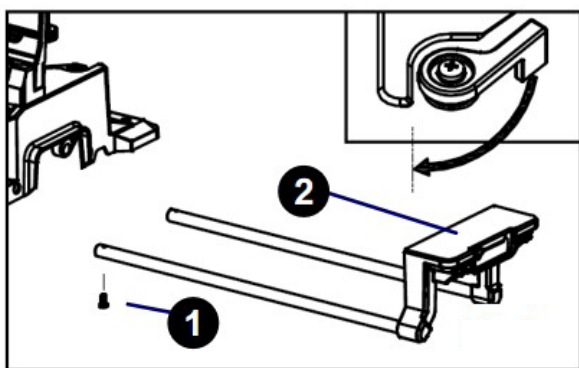

Abb. 7: Montage des Verlängerungstisches
Schritt 1: Entfernen Sie die Schraube (Pos. 1, Abb. 7) an der Tischverlängerung (Pos. 2, Abb. 7).